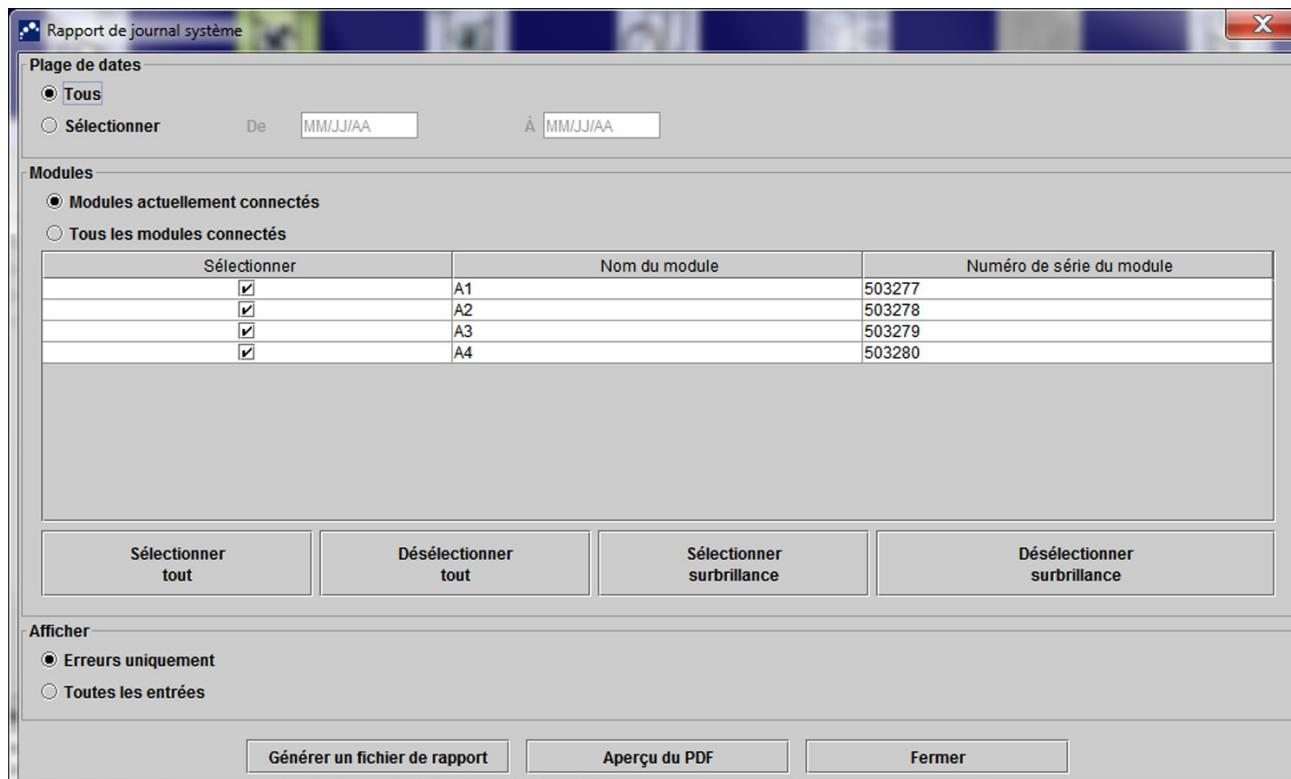

Figure 9-38. Fenêtre Rapport de journal système
- Dans la fenêtre GeneXpert Dx System, cliquez sur **Rapports** dans la barre de menus, puis sur **Journal système**. L'écran Rapport de journal système s'affiche. Voir Figure 9-38.
- Cliquer sur le bouton **Générer un fichier de rapport** dans l'écran rapport de journal système (voir Figure 9-38) pour créer le fichier PDF du rapport de test. La boîte de dialogue Générer un fichier de rapport s'affiche, et vous pourrez ainsi enregistrer un fichier dans un emplacement spécifié. Cliquez sur **Enregistrer** après avoir navigué à l'emplacement spécifique.